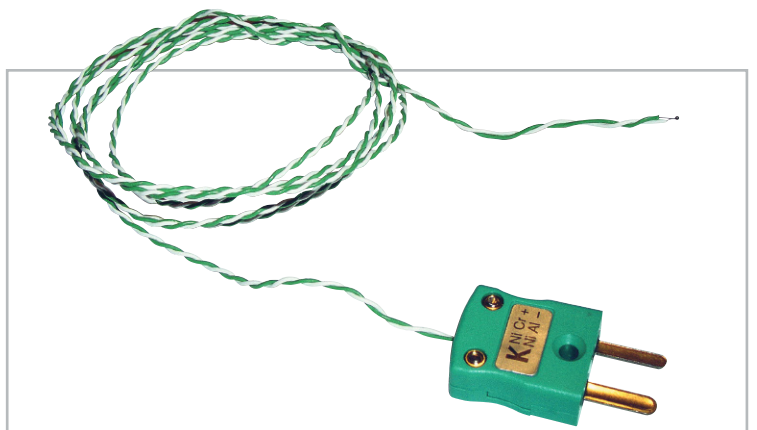

Bild 13: Ein Nickel-Chrom-Thermopaar mit verschweißten Drahtenden als Temperatur-Messfühler. Im Stecker befindet sich das Referenzpaar auf Umgebungstemperatur.
Wie Gleichung (3) zeigt, wäre eine Referenztemperatur von 0 °C (Eiswasser) ideal, weil dann die Messtemperatur bis auf den Faktor $1/k$ proportional zur Messspannung ist. In der Praxis ist das natürlich nur schwer zu realisieren, deshalb wird oft die Referenzstelle in den Stecker verlagert, wo gewöhnlich Umgebungstemperatur herrscht (Abbildung 13). Zur Kompensation der Umgebungstemperatur im Messergebnis dient eine Vergleichsmessung, deren Genauigkeit sich dann natürlich auch in der Gesamtmessunsicherheit niederschlägt. Anstelle dieser analogen Linearisierung geht der Trend bei digitaler Auswertung der Messspannung zur Umrechnung über eine im Speicher abgelegte Kennlinie.